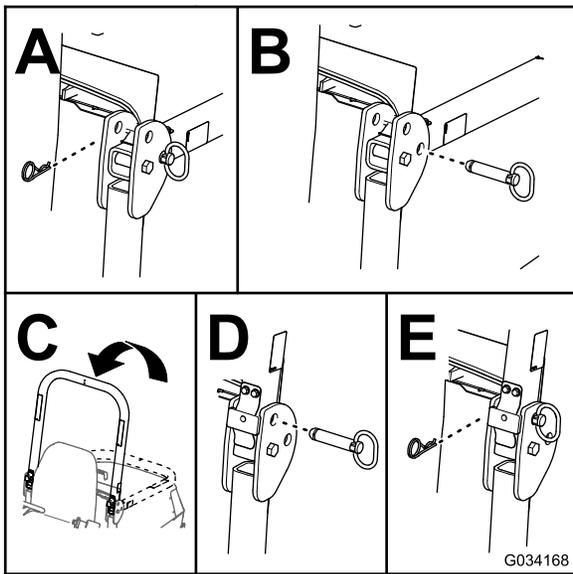

図 28
2. 機体の左右で保護バーからコッターピンとピンを抜き取る(図 28)。
3. ホッパーを立てて、ピンとコッターピンで固定する(図 28)。